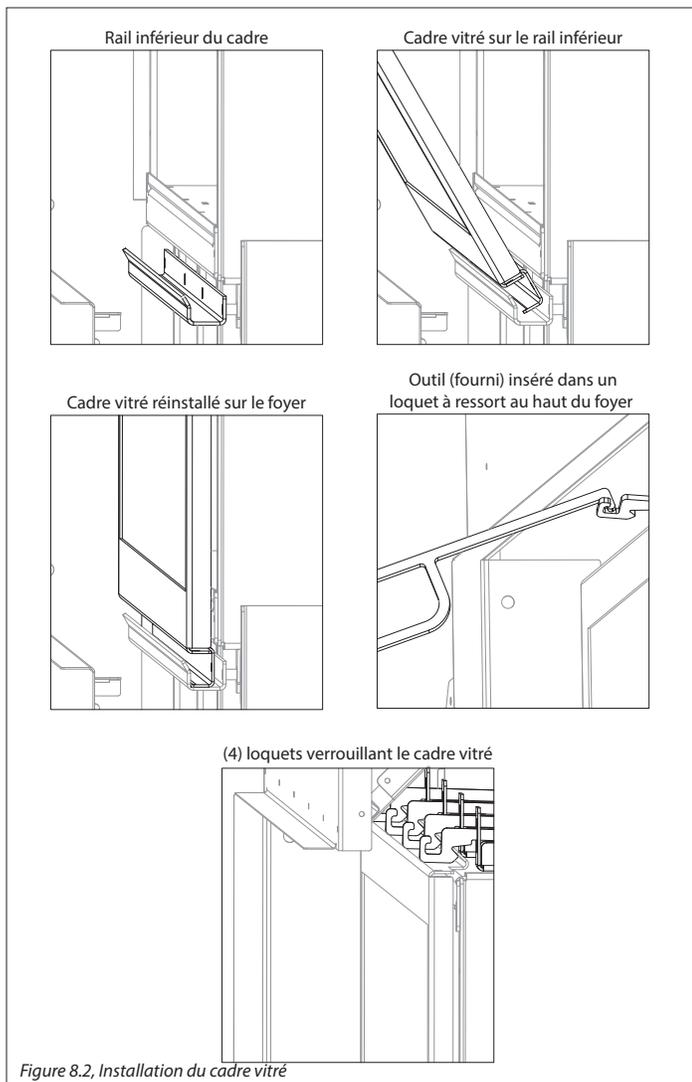

Figure 8.2, Installation du cadre vitré
1. Installez une couche uniforme de braises décoratives de votre choix sur toute la surface du brûleur. Voir Figure 8.2.
- Pour braises décoratives : (2) 904-LAV, (2) 301-COP, 301-BLK, (2) 105-VERM, (2) 104-SAND-B
1. Installez une couche uniforme de braises décoratives sur les surfaces périphériques avant et arrière du brûleur. Voir Figure 8.2.